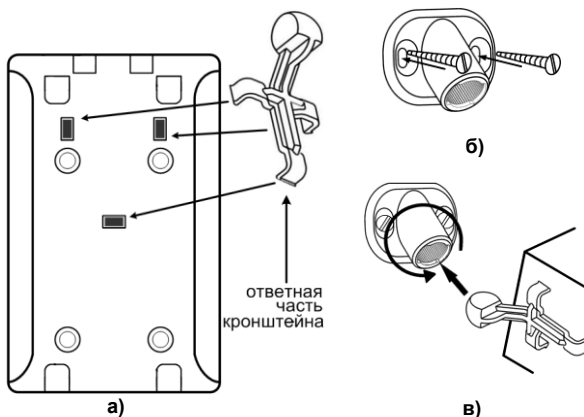

Рис.9 Установка извещателя
- Закрепите на основании извещателя ответную часть кронштейна (рис.9а) с помощью защелок.
- Разметьте на стене отверстия для монтажа с учетом положения отверстий в основании кронштейна и закрепите кронштейн на стене (рис.9б).
- Соедините ответную часть и основание кронштейна и поверните основание извещателя в нужное положение (рис.9в).